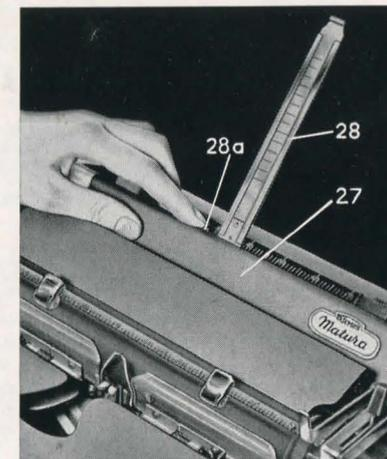

Abb. 9
Die Papierstütze (28) ist hinter der Papierauflage (27) angebracht und springt durch leichten Druck auf den Auslösehebel (28a) automatisch in Arbeitsstellung (Abb. 9). Sie verhindert ein Überfallen der Bogen, gestattet das Nachlesen des geschriebenen Textes und zeigt den unteren Rand von Schriftstücken gleichen Formats an. Ist der obere Rand des Bogens an der für das betreffende DIN-Format vorgesehene Markierung am Blattendanzeiger angelangt, so wird dadurch angezeigt, daß das untere Bogenende — unter Berücksichtigung eines entsprechenden Randes — erreicht ist.